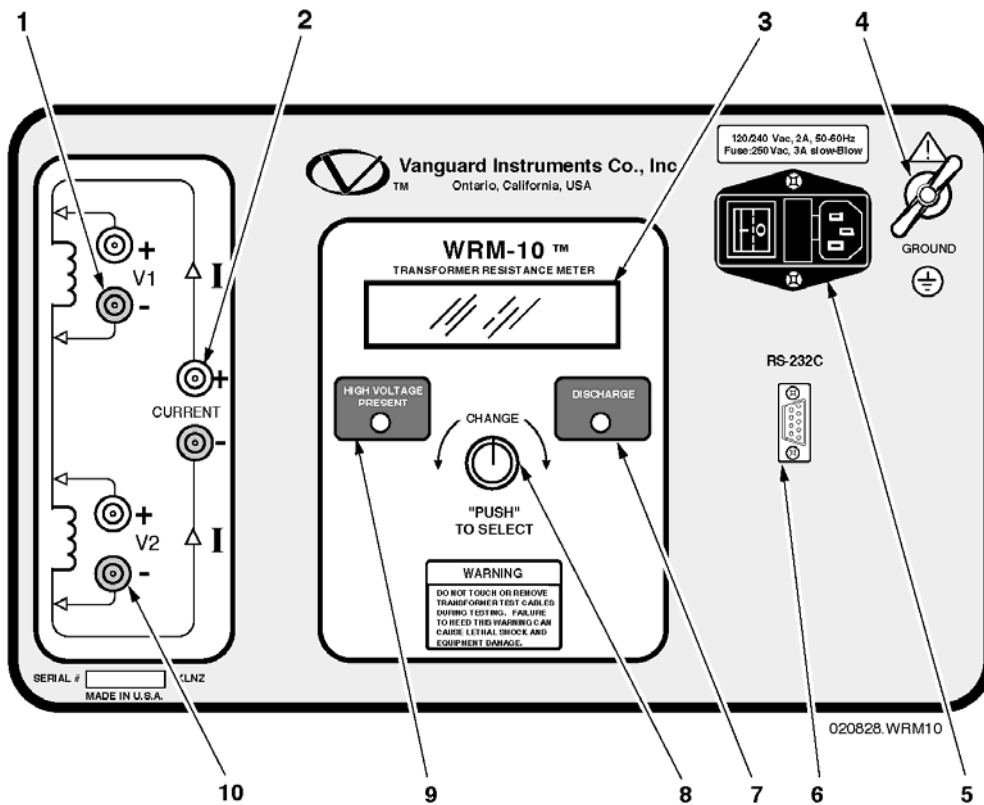

Figura 1.0 Controles e Indicadores del WRM-10
| Figura 1.0 | Controles e Indicadores del WRM-10..... | 7 |
Los controles e indicadores del WRM-10 son mostrados en la Figura 1.0. Una línea guía de orientación señala cada elemento con un número de índice, el cual es una referencia cruzada a la descripción funcional de la Tabla 2.0. Esta tabla describe la función de cada ítem en el panel de control. El propósito de los controles e indicadores pueden parecer obvios e intuitivos, pero los usuarios deben llegar a familiarizarse con ellos antes de intentar utilizar el WRM-10. El manejo accidental de estos controles, usualmente no causará serios estragos. Los usuarios deben también repasar y familiarizarse con el Resumen de Seguridad en la página frontal de este manual.
- a. Conectar el WRM-10 al sistema de tierras de la subestación (Ítem 4 de la Figura 1.0.).